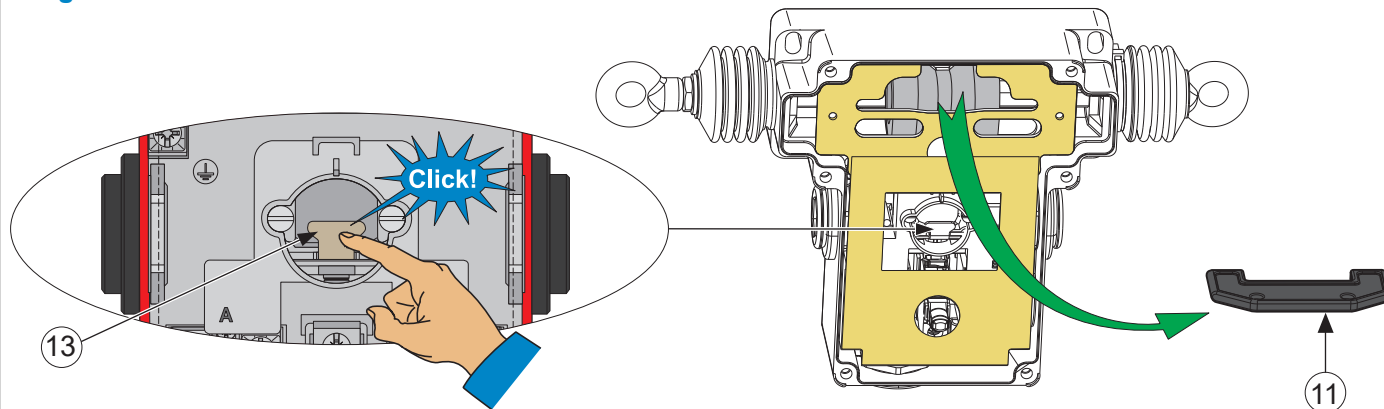

Fig.9
10. Fixer le couvercle de l'appareil ① par l'intermédiaire des six vis ③ (couple de serrage = 1,5±0,1 N.m) ou passer à l'étape de câblage (fig. 9).